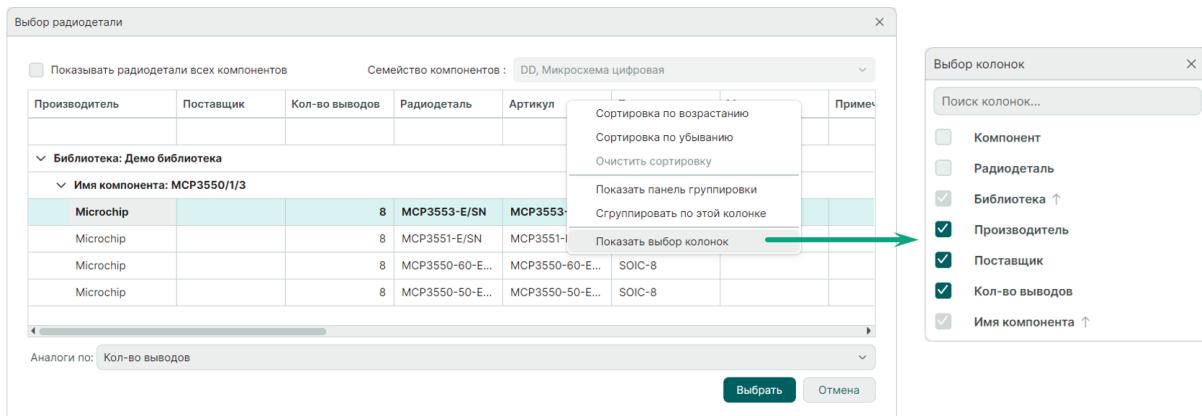

Рис. 97 Выбор отображаемых колонок
2. Выбор столбцов для отображения осуществляется в окне «Выбор колонок». Для этого вызовите контекстное меню на заголовке колонки и выберите команду «Показать выбор колонок». Для включения/отключения отображения колонок в окне «Выбор колонок» установите/снимите флаг напротив наименования нужного столбца, см. Рис. 97.